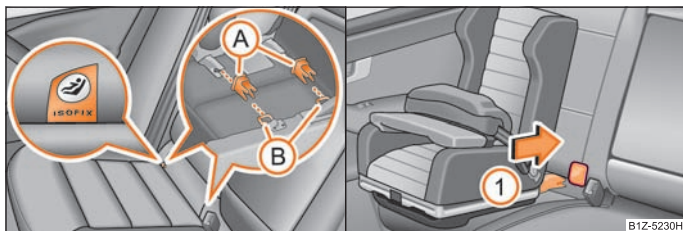

Fig. 149 Inelele de prindere (sistem ISOFIX)/scaunul pentru copii ISOFIX se împinge în dispozitivele de prindere existente
Între spătarul scaunelor din spate și suprafața de șezut, se găsesc două inele pentru fixarea scaunului pentru copii cu sistem „ISOFIX”. La scaunele laterale din spate, inelele se găsesc sub tapiserie. Locurile de amplasare sunt marcate prin însemnul „ISOFIX” ⇒ fig. 149 - stânga.
- Elementul de prindere (A) se introduce în inelele (B) existente la baza îmbinării spătarului scaunului cu pernă ⇒ fig. 149.
- Împingeți braul de fixare al scaunului în inelele de prindere în sensul indicat de săgeata (1), până se fixează cu zgomot ⇒ fig. 149.